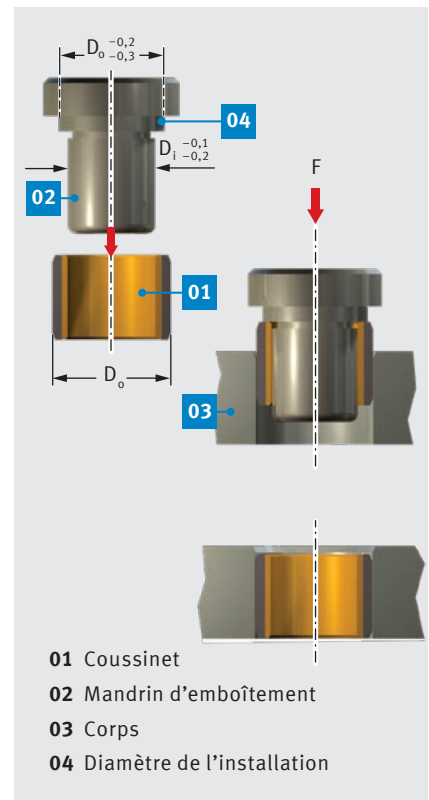

Fig. 53 : Emboîtement noyé  $D_o \leq 55$  mm
- emboîtement noyé avec mandrin, sans bague auxiliaire, Fig. 53